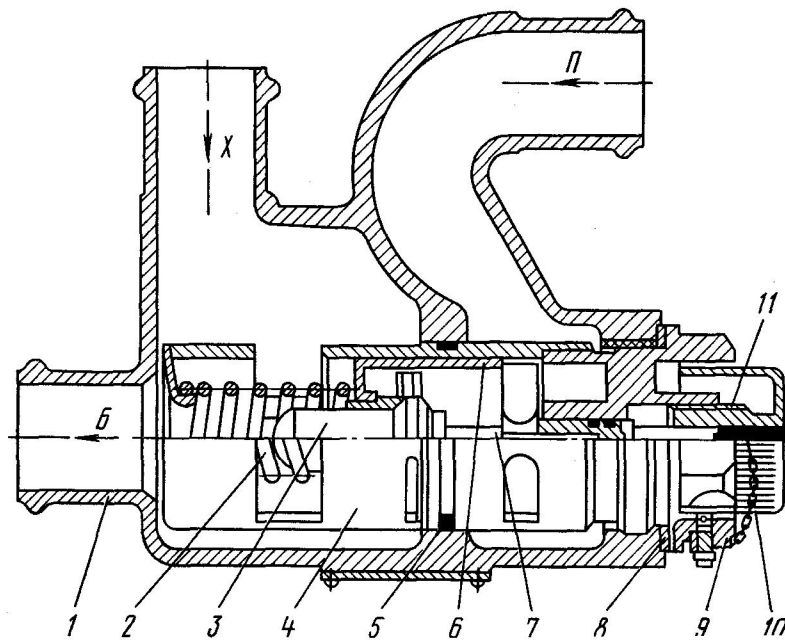

Рис. 1. Устройство терморегулятора
3.1. Терморегулятор состоит из корпуса и термосистемы Т-65. Литой корпус 1 (рис. 1) из алюминиевого сплава имеет три патрубка: перепускной П, патрубок холодильника Х и патрубок маслобака Б - в дизель.